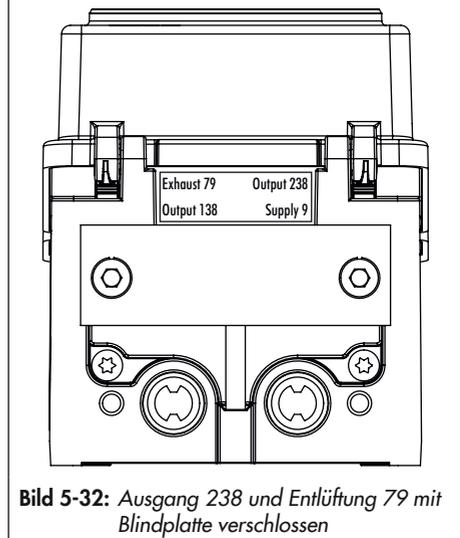

Bild 5-32: Ausgang 238 und Entlüftung 79 mit Blindplatte verschlossen
- ➔ Ausgang 238 und die Entlüftung 79 mit einer Blindplatte verschließen (vgl. Bild 5-32), wenn nur ein pneumatischer Ausgang zur Verfügung steht.
Ein einfachwirkender pneumatischer Antrieb wird über den Ausgang 138 angesteuert. Die Ausgänge 238 und 79 werden dazu verschlossen (vgl. Bild 5-32). Die Luftleistung kann durch die Verwendung von zwei Pneumatikmodulen verdoppelt werden.
Ein einfachwirkender pneumatischer Antrieb wird über den Ausgang 138 angesteuert. Die Ausgänge 238 und 79 werden dazu verschlossen (vgl. Bild 5-32). Wird die Verblockfunktion ausgelöst, wird der pneumatische Ausgang des Stellungsreglers verschlossen und der Antrieb in seiner aktuellen Position gehalten. Dies geschieht, wenn der Stellungsregler in die Betriebsart **SAFE** wechselt (z. B. weil das elektrische Signal einen Wert von 3,8 bzw. 4,4 mA unterschreitet oder die Option Zwangsentlüftung aktiv ist).